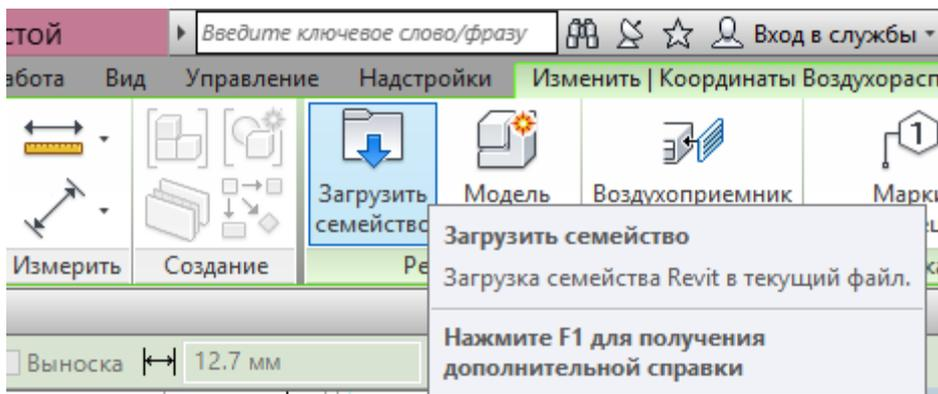

Рисунок 5.8 Загрузка семейства воздухораспределителя
5.2. В панели инструментов выбрать «Загрузить семейство» (рисунок 5.8).